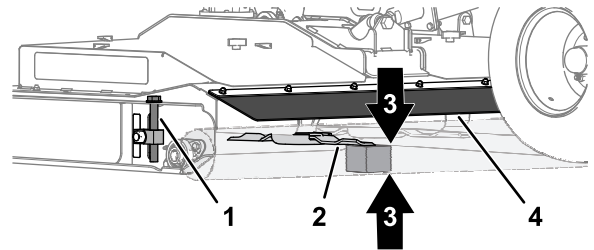

Figura 74
1. Trabajando en la parte trasera de la carcasa del cortacésped, eleve la aleta trasera y alinee el bloque de madera de 51 mm entre el extremo trasero de la cuchilla del cortacésped central y el suelo (Figura 74).